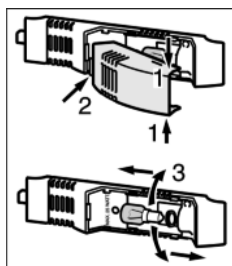

Fig. 9
- ▶ Afferrare il coprilampada sul lato superiore e inferiore Fig. 9 (1).
- ▶ Sbloccare il coprilampada sul retro e sganciarlo Fig. 9 (2).
- ▶ Sostituire la lampadina Fig. 9 (3).